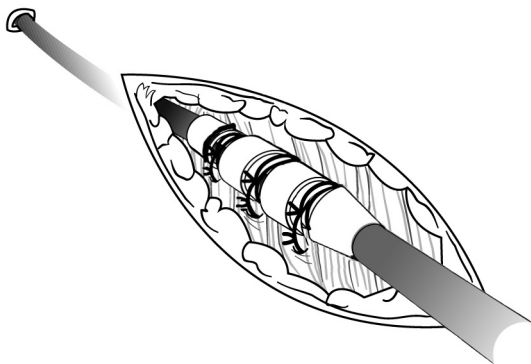

Figure 12. Exemple de manchon de suture, technique d'implantation percutanée
1. Peler la gaine du désilet et glisser le manchon de suture profondément dans les tissus (Figure 12 Exemple de manchon de suture, technique d'implantation percutanée en page 34).